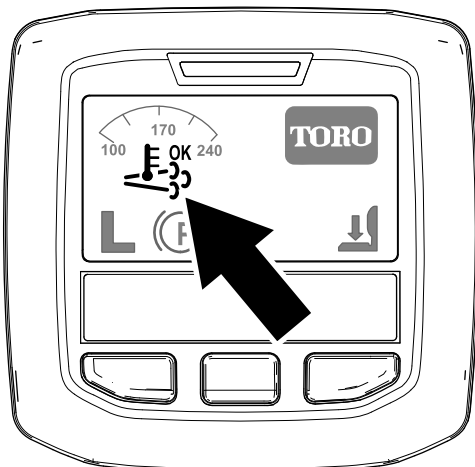

図 25
- インフォセンターに、アシスト/リセット再生アイコンが表示されます 図 25。